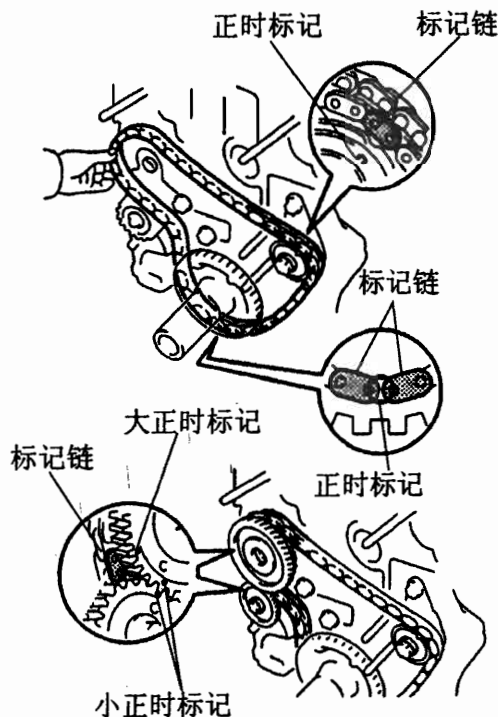

图 7-1-1
(1) 如图 7-1-1 所示, 将链条上的标记链与曲轴正时链轮和平衡轴正时链轮上的正时标记对齐, 然后安好。确保曲轴正时链轮上的其他标记链在平衡轴传动齿轮上的大正时标记的后面。